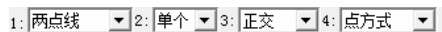

图 4-175 设置立即菜单
2) 选择下拉菜单“绘图”→“直线”命令，或者单击“绘图工具”工具栏上的“直线”按钮，设置立即菜单选项为“单个”和“正交”，如图 4-175 所示。